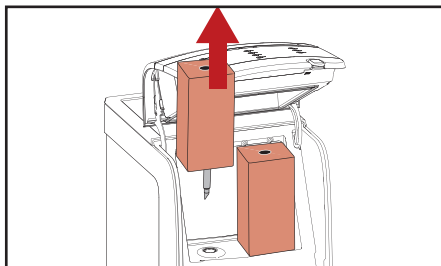

Fig. 5.8 - Verwijder pakken
3. Verwijder de product pakken (fig. 5.8).